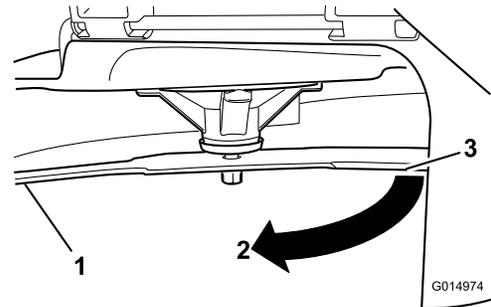

Figura 54
4. Gire la misma cuchilla 180 grados de manera que el otro extremo esté en la misma posición (**Figura 54**).